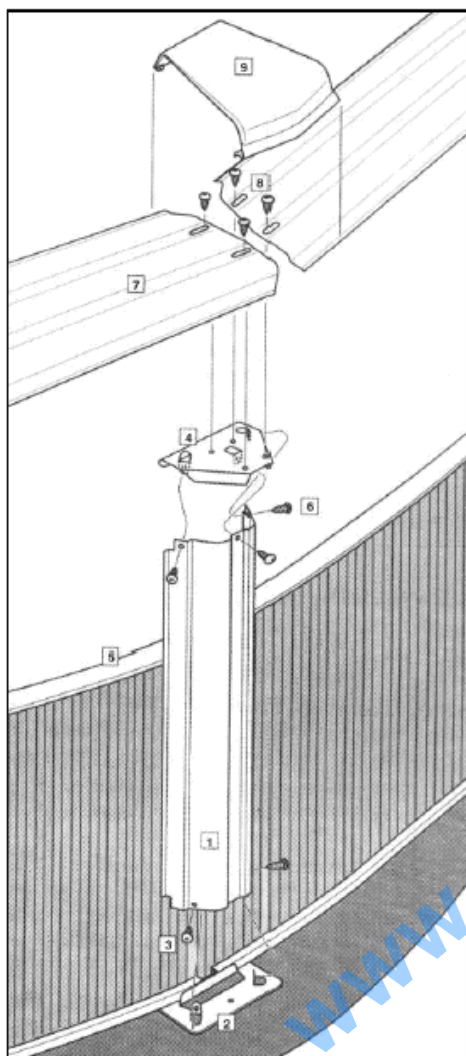

fig. 25
- Installez une margelle supérieure (Fig. 25 et 26) en plaçant d'abord l'une de ses extrémités sur la plaque supérieure. Le côté du profilé supérieur donnant sur l'extérieur de la piscine formera un grand surplomb.
- Alignez les trous tels qu'indiqué sur la fig. 25. Fixez en place sur la plaque supérieure en insérant une vis (Fig. 26) à travers les deux trous ovales. Ne vissez pas les vis pour le moment; laissez-les un peu desserrées jusqu'à ce que toutes les margelles supérieures soient en place.